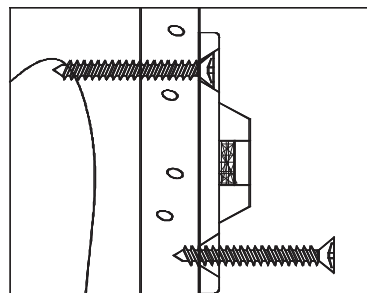

Figure 2
**3) INSTALLATION DU SUPPORT MURAL:** Placez le support latéral mural le long des marques du montant choisi de manière à ce qu'il soit voisin au support latéral du meuble lorsque le meuble sera placé à son emplacement final. Le support mural devrait être situé à 2,54cm (1 POUCE) plus bas que le support latéral du meuble (voir la Figure 3). Utilisez les DEUX vis longues pour fixer le support latéral mural au mur. Souvenez-vous de placer le support latéral mural à la verticale de manière à ce que les deux vis s'insèrent dans les montants choisis (voir la Figure 2).